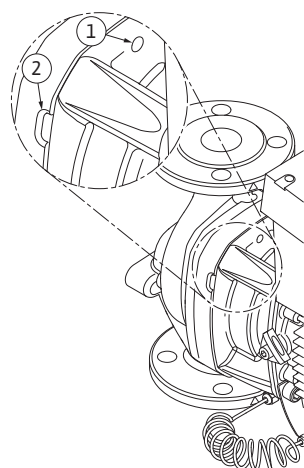

Fig. 53: Keermestatud avad ja pilu siseosakomplekti mahasurumiseks pumbakorpusest
13. Suruge siseosa komplekt (vt Fig. 13) pumbakorpuselt maha. Sealjuures soovitatakse kasutada eelkõige istu lahutamiseks kaht keermestatud ava (Fig. 53, pos 1). Keerake istu lahutamiseks sobivad kruvid keermestatud avadesse. Kui siseosakomplekt liigub kergelt, võib mahasurumiseks kasutada lisaks pilu (Fig. 53, pos 2) pumbakorpuse ja distantsääriku vahel (nt kahte kruvitsat kangidena). Pärast umbes 15 mm pikkust mahasurumisteedkonda ei juhi pumbakorpus enam siseosakomplekti.